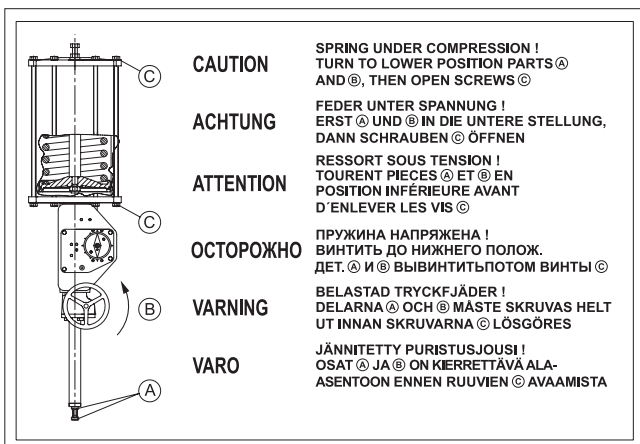

Fig. 28 B1JARR-manöverdonets varningsskylt
Cylindern är försedd med en varningsskylt (43). Vid service på enheten ska du kontrollera att skylten sitter på plats och är läsbar, se fig. 28. Kontrollera också att cylindern är försedd med ett pilmärke som indikerar fjäderns arbetsriktning.